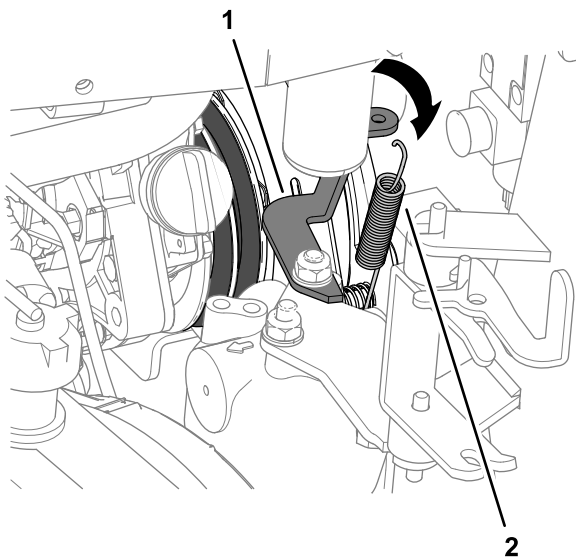

Figura 90
5. Pe partea radiatorului, decuplai arcul amortizorului ambreiajului de pe suportul arcului (Figura 90).
- Cuplați arcul amortizorului ambreiajului între urubul plăcii de ambreiaj din interior și suportul arcului; consultați Figura 90 din Demontarea curelelor prizei de putere (Pagină 64).